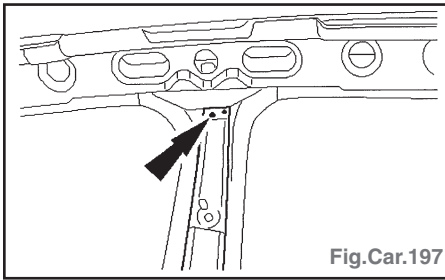

Fig.Car.197
- Renfort de montant B : Souder par bouchonnage (Fig.Car.197).